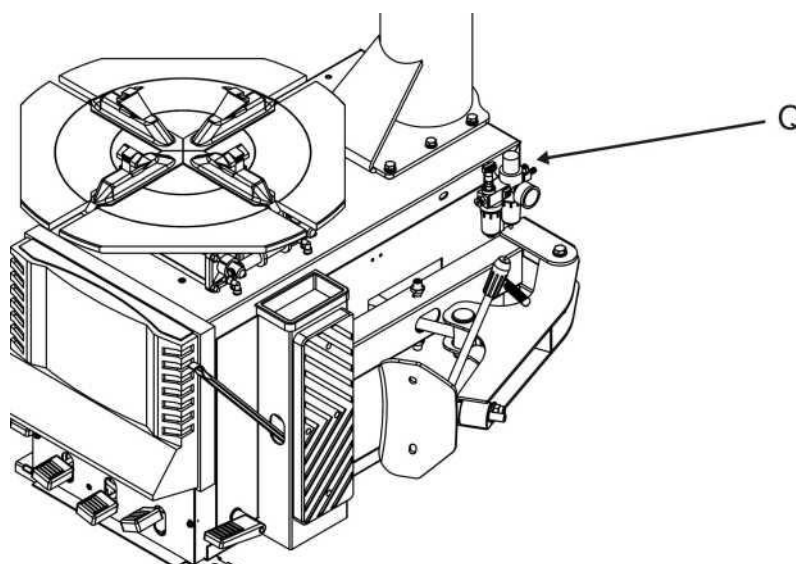

Figure 7
- ✧ Comme illustré à la figure 7, le réseau d'air comprimé est raccordé à la machine par un raccord de tuyau (Q) situé sur le côté du réservoir.